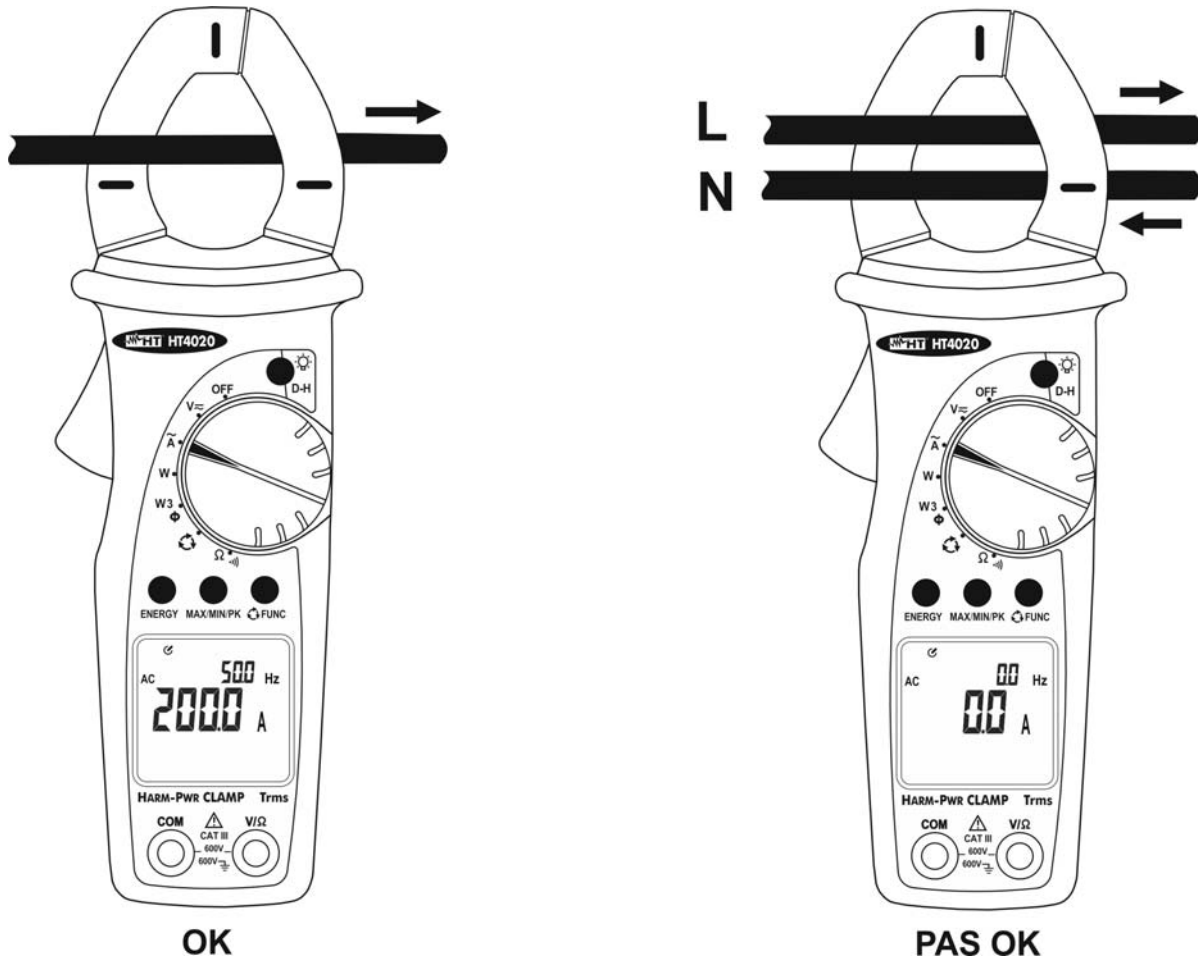

Fig. 8 : Mesure de courant AC
2. Ouvrir le tore et insérer un câble simple au centre (voir la § 4.1.2 et Fig. 8). Les valeurs de courant et de fréquence sont respectivement affichées à l'écran principal et au secondaire